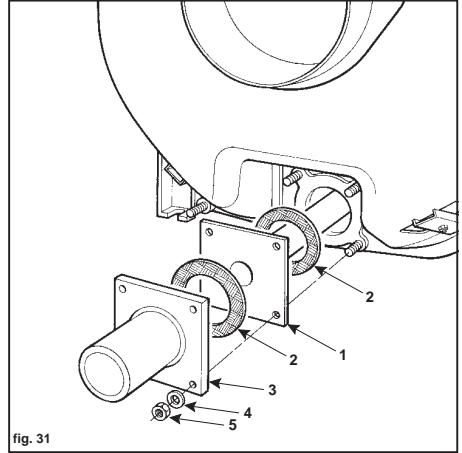
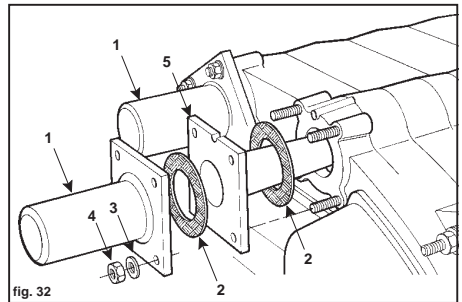

fig. 31
fig. 32
Anordnung für die Montage des Diffusors an der unteren Muffe für den Anschluß an den herkömmlichen Heizbetrieb (Fig. 31).
- 17 (Fig. 31) Diffusor 1 an der unteren Muffe für den herkömmlichen Heizbetrieb oder an der oberen Muffe für den Niedertemperaturbetrieb (Fig. 32) montieren, ggf. eine Dichtung 2 zwischenlegen. Darauf achten, daß die Kerbe am Flansch nach oben gerichtet ist, damit die Wasserdurchflußöffnungen nach unten gerichtet sind. Die 2. Dichtung 2, den Flansch 3 und die Scheiben 4 montieren und dann die Muttern 5 anbringen und fest anziehen.
Anordnung für die Montage des Diffusors an der unteren Muffe für den Anschluß an den Niedertemperaturbetrieb (Fig. 32).
- 18 (Fig. 32) Diffusor 1 montieren, ggf. eine Dichtung 2 zwischenlegen. Darauf achten, daß die Kerbe am Flansch nach oben gerichtet ist, damit die Wasserdurchflußöffnungen nach unten gerichtet sind. Die 2. Dichtung 2, den Flansch 3 und die Scheiben 4 montieren und dann die Muttern 5 anbringen und fest anziehen.